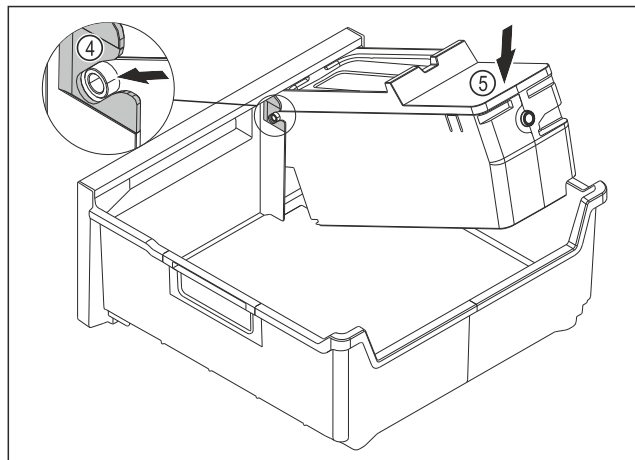

Fig. 80
- ▶ EasyTwist-Ice-Korpus montieren: Achsen des EasyTwist-Ice-Korpus in die Führungen Fig. 80 (4) einschieben.
- ▶ EasyTwist-Ice-Korpus Fig. 80 (5) hinten nach unten drücken.